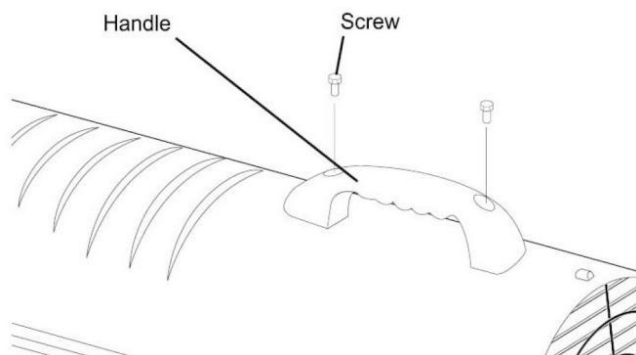

Figura 6. Montaje del mango, modelo ZB-K70
1. Alinee los orificios de la carcasa superior con los 2 orificios del mango como se muestra en la Figura 6.